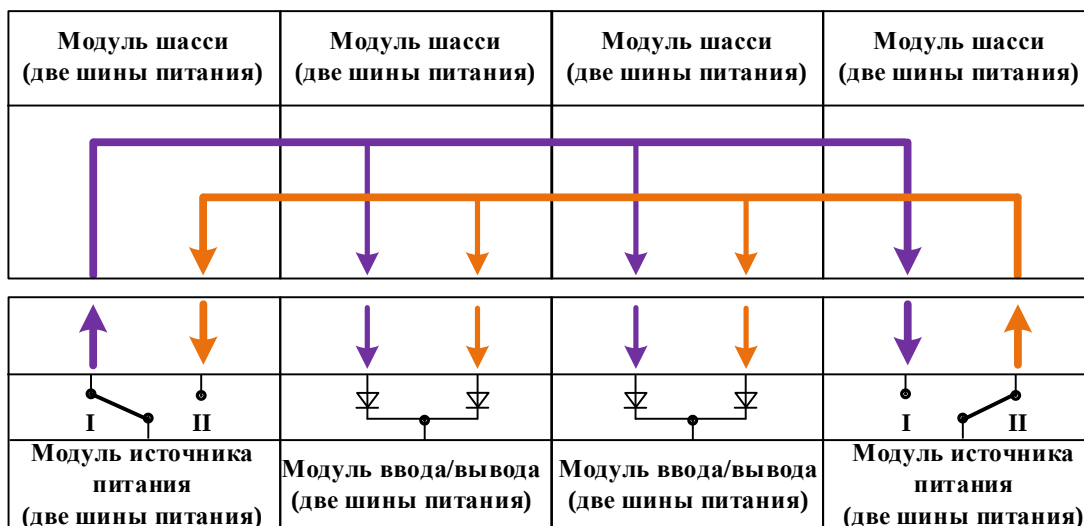

Рисунок 8 - Схема с избыточным модулем источника питания
- схема с избыточным модулем ИП – когда в крейте присутствуют более двух модулей источника питания и выход из строя любого из них не приведет к дефициту мощности на внутренней шине питания контроллера (Рисунок 8).